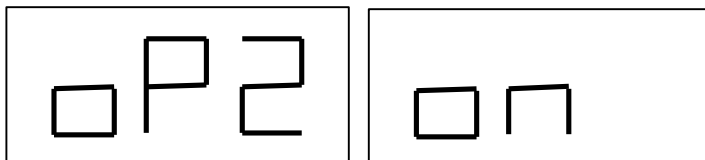

Fig. F7.1 Habilitación de la memoria del operador 2. La memoria del operador 1 es almacenada.
1. Cuando la máquina esté desocupada, pulsar [F+P6] para seleccionar el operador 2. El led ubicado por el lado del botón se enciende para indicar que el operador 2 está habilitado. Durante un segundo se visualizará el mensaje de la figura F7.1.